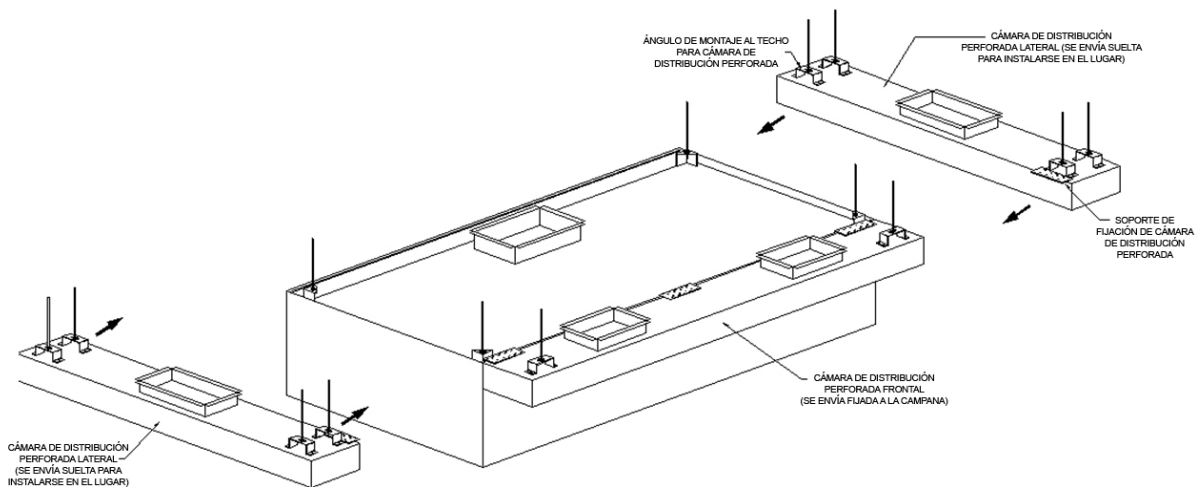

Figura 10
7. Mueva la cámara a su posición según lo indicado en los esquemas presentados del proyecto; alinee el borde superior de la cámara con el borde superior de la campana. Quite el recubrimiento de protección de la parte trasera de la cámara. **Vea la figura 10.**